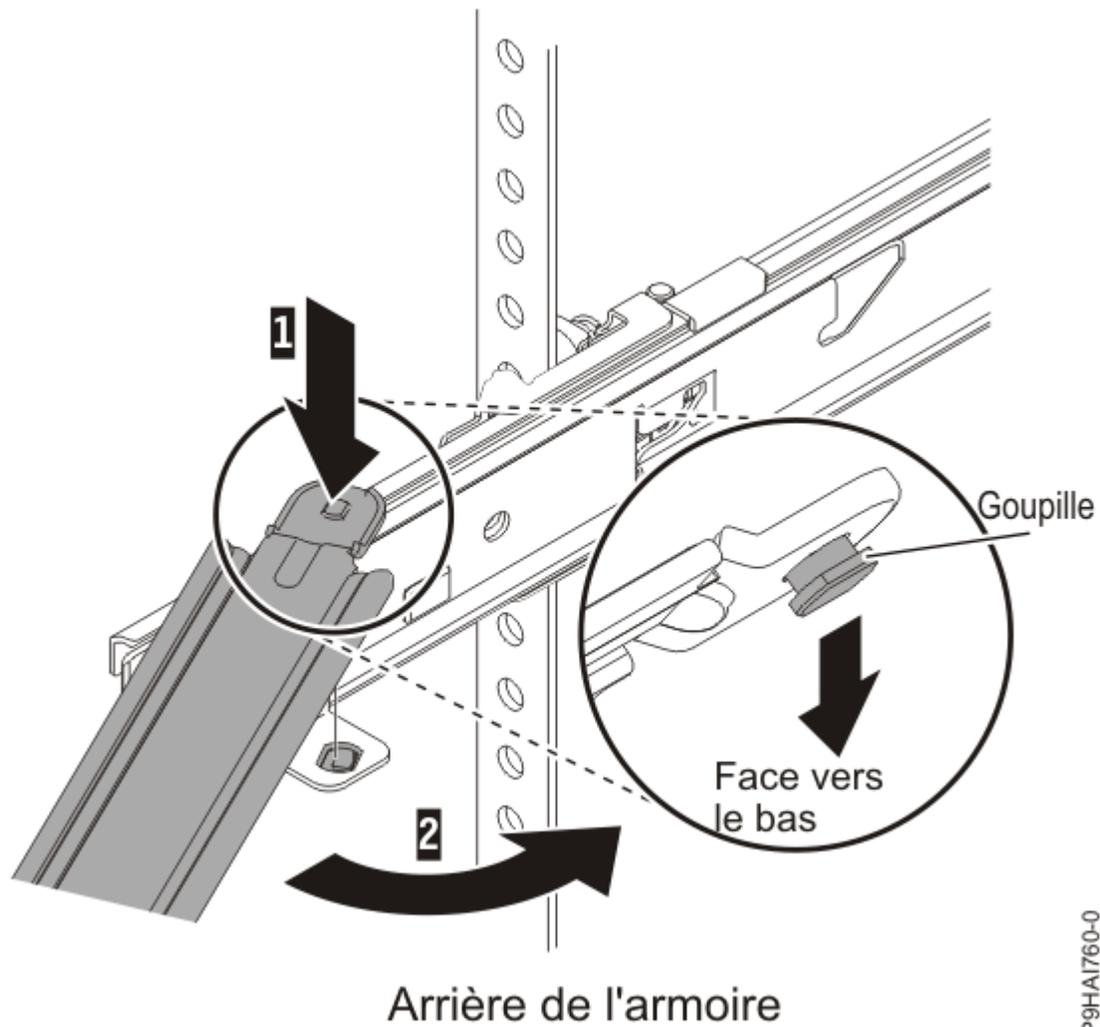

Figure 18. Connexion de la béquille
8. Le bras de routage des câbles peut être installé sur l'un ou l'autre des côtés du serveur. Figure 18, à la page 34 représente une installation sur le côté gauche. Il est préférable d'installer le bras de routage des câbles avec la charnière sur le côté opposé à l'alimentation électronique, afin de fournir un accès à cette dernière. Pour installer le bras de routage des câbles sur le côté droit du serveur, suivez les instructions et installez le matériel sur le côté opposé. Placez la broche vers le bas **(1)** dans l'emplacement horizontal situé à l'arrière des glissières. Faites ensuite pivoter l'autre extrémité du bras en direction de l'armoire **(2)**.